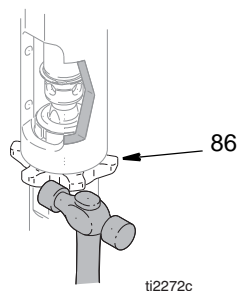
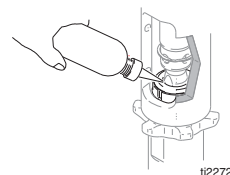

FIG. 8
FIG. 11
4. (Fig. 8) Skub holderingen (120) op. Skub stiften ud (92).
2. (Fig. 11) Træk langsomt i motorens startsnor, indtil pumpe-stangens stifthul er på linje med hydraulikstangens hul. Fig. 8. Skub stiften (92) ind i hullet. Skub holderingen (120) ind i rillen.